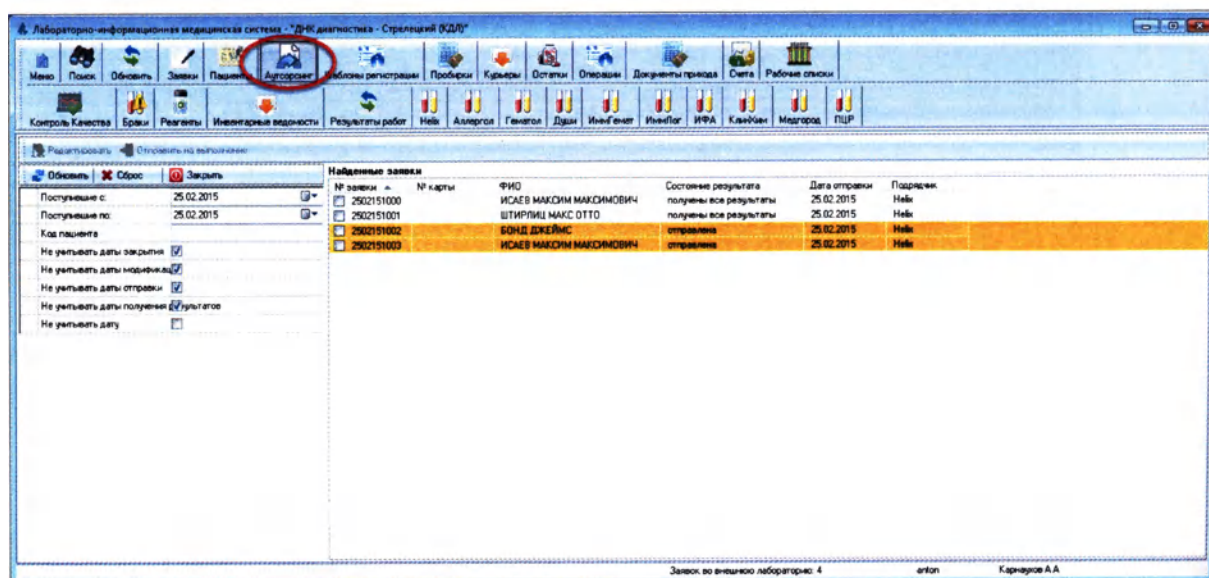

Рисунок 9.7
1. Перейдите в журнал «Аутсорсинг», нажав кнопку «Аутсорсинг» (Рисунок 9.7):